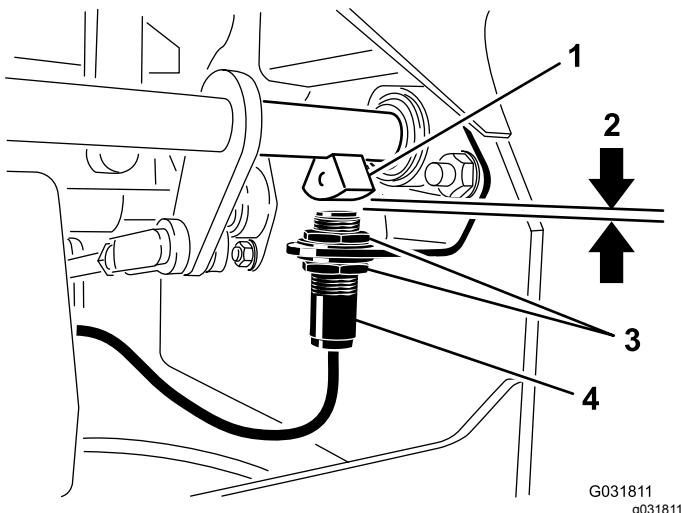

Figura 45
- 4. Mueva el interruptor hacia arriba o hacia abajo en el soporte hasta que la distancia entre el sensor del eje del freno y el émbolo del interruptor sea de 4 mm, según se muestra en Figura 45.